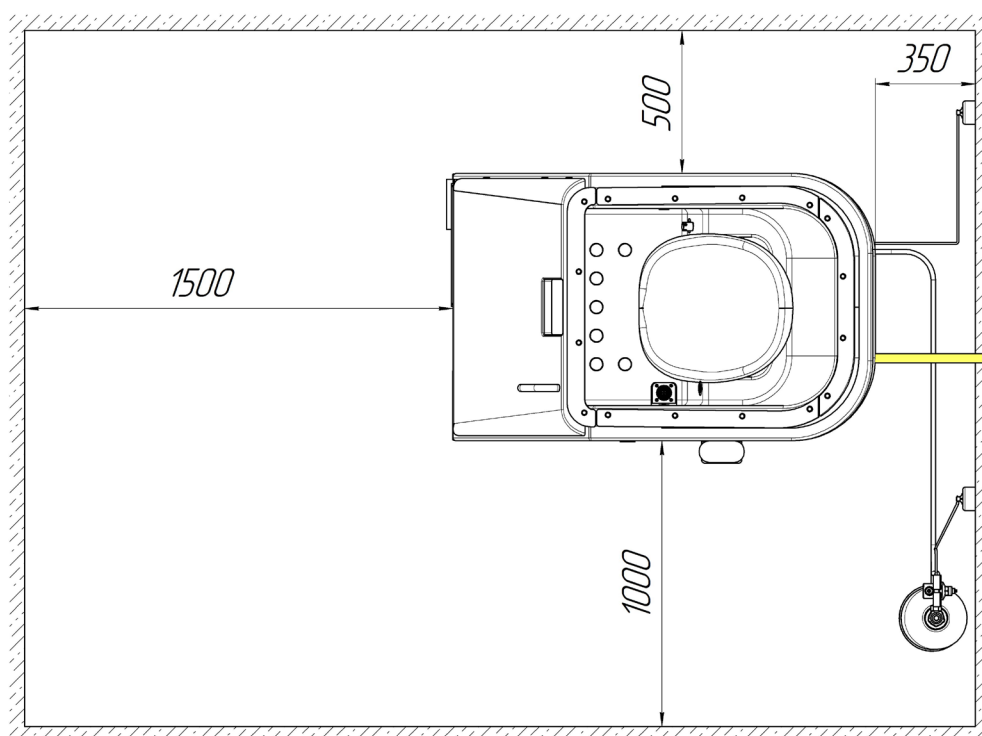

Рисунок 6. Размещение Ванны в помещении
7.5. Для организации рабочего процесса по установке Ванны необходимо обеспечить манипуляционное пространство для монтажа, демонтажа и ремонта (**рисунок 6**).